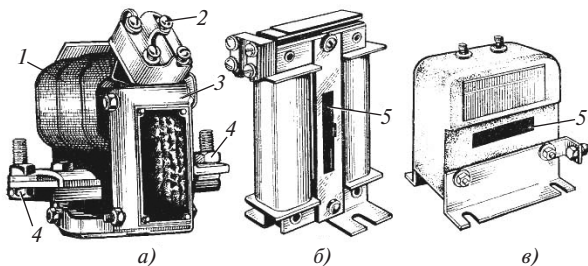

Рис. 4. Трансформаторы тока на напряжение до 1000 В
5. Снять характеристики намагничивания, для чего собрать схему, рисунок 4, полученные значения сравнить с паспортными данными.